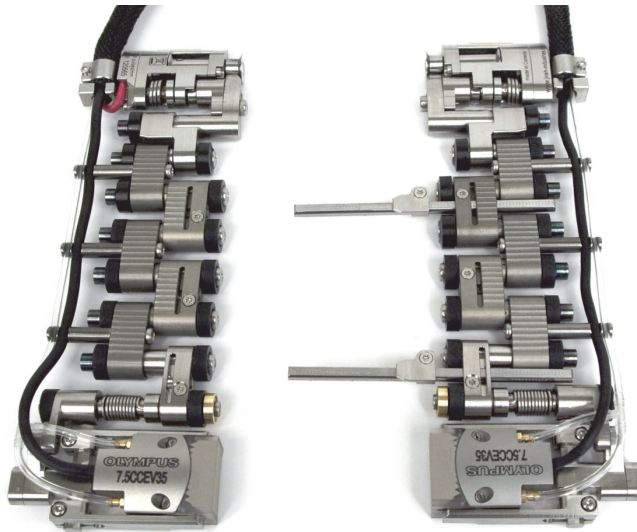

Figure 2-20 Séparation des deux moitiés du scanner
3. Pour une inspection à une seule sonde, vous devez séparer les deux moitiés du scanner (voir la Figure 2-20 à la page 49) :